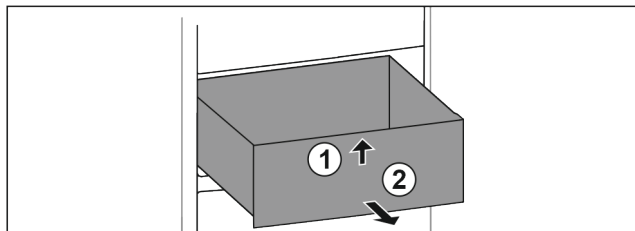

Fig. 38
- Løft skuffen fremefter. Fig. 38 (1)
- Tag skuffen ud fremefter. Fig. 38 (2)